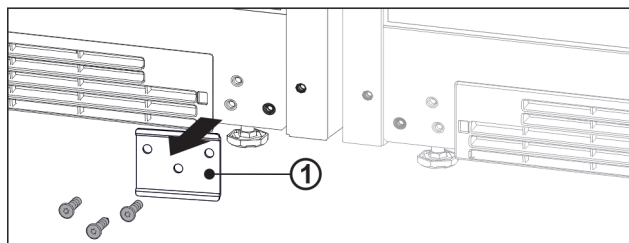

Fig. 14
- ▶ Kui on paigaldatud plekk Fig. 14 (1), siis kruvige plekk maha.